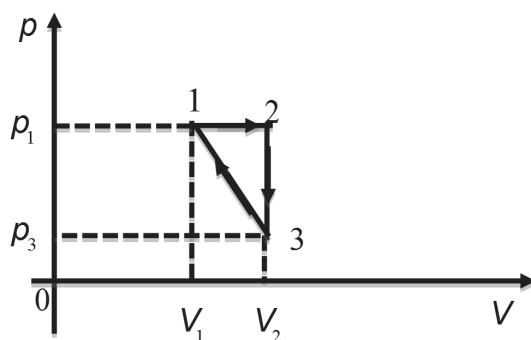

Figura 8.15: Ciclo.
1. Um mol de um gás ideal monoatômico contido em um volume V_1 está a uma temperatura T_1 . Ele expande a pressão constante (processo isobárico) até a temperatura de $T_2 = 2T_1$; em seguida é resfriado a volume constante (processo isovolumétrico) até a pressão $P_3 = P_1/2$ e, finalmente, comprimido através do processo representado na **Figura 8.15** até voltar ao estado inicial, ou seja, estado com volume $= V_1$, pres-
b) A variação da energia interna de um gás ideal só depende das temperaturas iniciais e finais do processo, isto é, $\Delta U_{if} = n \bar{c}_V (T_f - T_i)$. Logo, as variações das energias internas nos processos que compõem o ciclo da **Figura 8.15** são dadas por:
A **Figura 8.15** mostra que os lados do retângulo que fornece o trabalho do processo $1 \rightarrow 2$ são iguais a p_1 e $(V_2 - V_1)$. Logo, o módulo do trabalho W_{12} é igual a $|W_{12}| = p_1 (V_2 - V_1)$. O trabalho é positivo porque o gás está expandindo.
A **Figura 8.15** mostra que os lados do trapézio que fornece o trabalho do processo $3 \rightarrow 1$ são iguais a p_1, p_3 e $(V_2 - V_1)$. Logo, o módulo do trabalho W_{31} é igual a $|W_{31}| = (p_1 + p_3) (V_2 - V_1)/2$. Esse trabalho é negativo porque o gás está sendo comprimido.